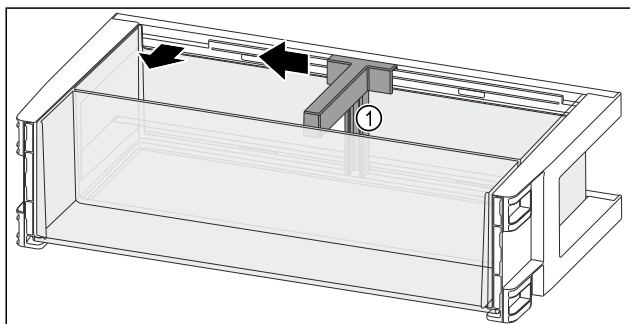

Fig. 140
- ▶ Сместите держатель для бутылок Fig. 140 (1) до выемки в сторону.
- ▶ Извлеките держатель для бутылок Fig. 140 (1).